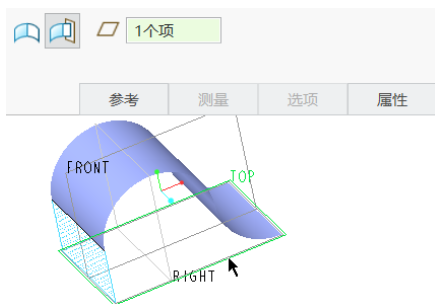

图 7-112 延伸面组的相关操作
③ 在功能区“模型”选项卡的“编辑”面板中单击“延伸”按钮，打开“延伸”选项卡。
④ 在“延伸”选项卡中单击“到平面”按钮。
⑤ 选择 TOP 基准平面作为要将该曲面延伸到的平面，如图 7-112 所示。